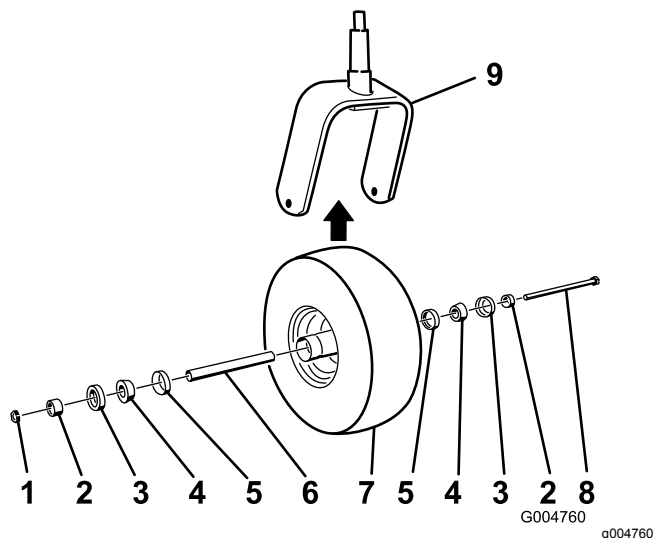

Figura 74
5. Monte a roda empurrando os rolamentos cônicos e vedantes, cheios de massa lubrificante, para dentro do cubo da roda, posicionado conforme ilustrado em Figura 74.
2. Retire a porca de bloqueio do parafuso que fixa o conjunto da roda, no respetivo suporte (Figura 74).